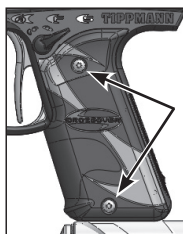
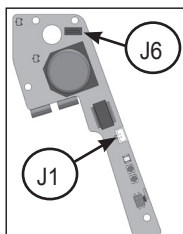

Figure 12: Vis, couvercle du grip
Figure 13: Connecteurs de câblage
3. Pour enlever le circuit imprimé de l'**électronique** (44), utilisez une clé Allen de 5/64" pour dévisser les deux vis (61) des deux cotés du couvercle du grip (vis du côté gauche comme indiqué en Figure 12).
- a. Retirez l'ensemble du couvercle du grip (60).
- c. Enlevez 3 vis (45) du circuit imprimé de l'électronique.
- e. Enlevez le Circuit imprimé flexible (43) du connecteur J6 (voir Figure 13) en le appuyant du connecteur.
- f. Enlevez le faisceau de fils du **solénoïde** (40) du connecteur J1 sur le circuit imprimé en le appuyant du connecteur.
- Il n'est pas nécessaire d'enlever la poignée pour accéder à la valve. Pour enlever l'ensemble de la poignée, assurez-vous que les deux vis du côté gauche du grip sont enlevées (voir étape 3). Tournez le sélecteur d'une position dans le sens des aiguilles d'une montre à partir du mode Safe, ensuite sortez-le du récepteur en appuyant dessus. Utilisez une clé Allen de 1/8" pour enlever deux **vis à tête hexagonale** (48) qui se trouvent sous la poignée. Tirez sur la poignée pour la détacher du corp du lanceur.